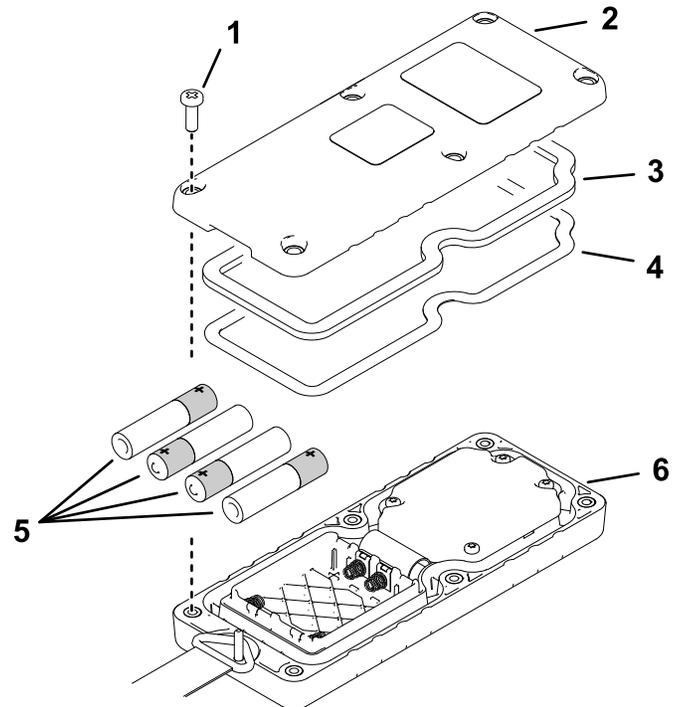

Figura 7
2. Inserte cada pila en su alojamiento observando la polaridad correcta (Figura 7).
3. Asegúrese de que la junta de acero y la junta de goma están asentadas en la ranura del control remoto, y coloque la tapa trasera (Figura 7).
4. Sujete la cubierta con 6 tornillos (Figura 7) y apriételos a 1.5–1.7 N·m (13–15 pulgadas-libra).